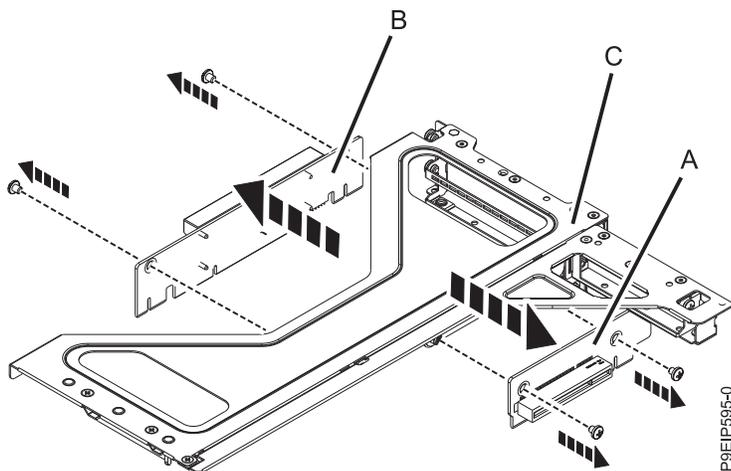

Figura 26. Extracción de las tarjetas de expansión PCIe de la caja del adaptador PCIe
- Si tiene extraer tarjetas de expansión PCIe (A) o (B); quite los tornillos que fijan la tarjeta de expansión PCIe al soporte de tarjeta de expansión PCIe (C), tal como se muestra en la Figura 26.